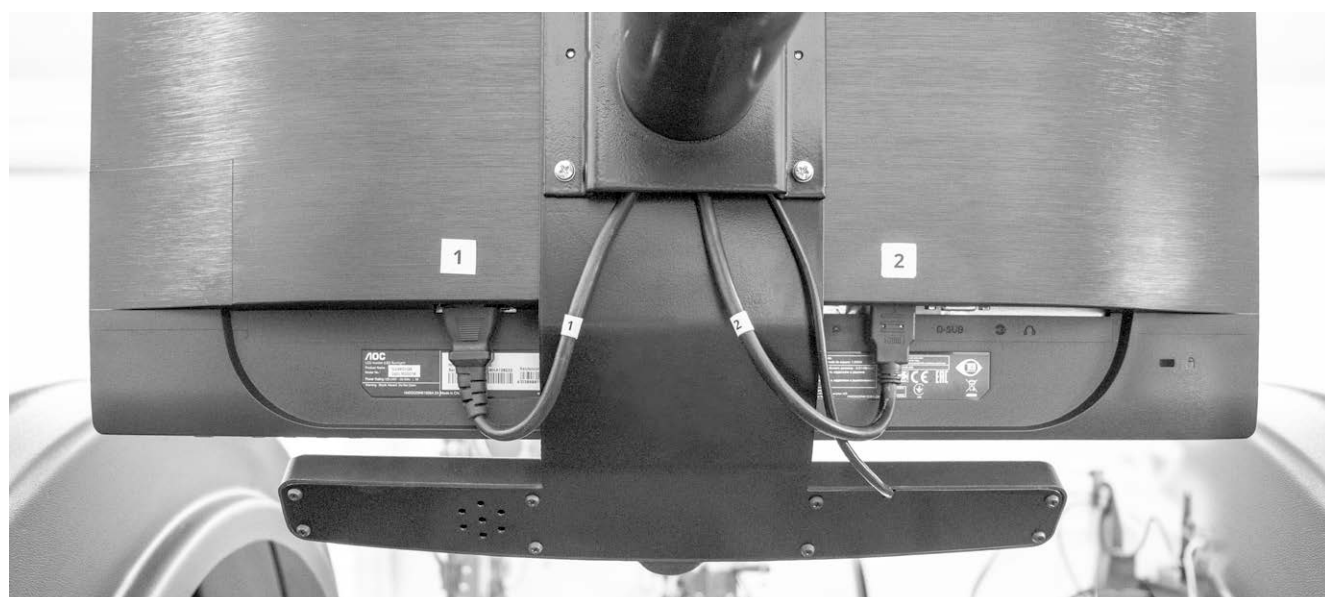

Рис. 3. Внешний вид монитора и клавиатуры спереди и сзади.
4.5 Над крышкой-органайзером на кронштейне установлен монитор с клавиатурой. Внешний вид и описание функционала монитора и клавиатуры указаны на рис. 3, 4, 5.
6.1.4. Закрепите монитор на пластине кронштейна винтами с шайбами (входят в комплектацию монитора), подсоединить кабели к соответствующим разъемам на задней стенке монитора. (1-1, 2-2). См. **рис. 3**.